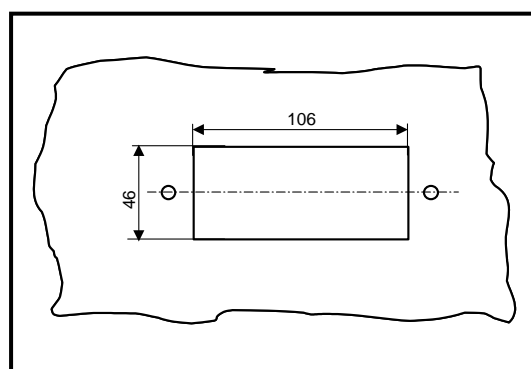

Fig. 3.13 – Predisposizione sportello
2. praticare sul pannello frontale del quadro elettrico uno scasso di 46x106 mm e due fori laterali per il passaggio dei tiranti come già eseguito sul pezzo di barra DIN (Fig. 3.13)